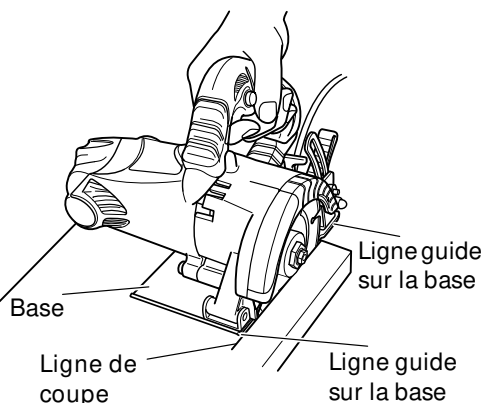

Fig. 5
1. Placer le corps de la machine (base) sur le matériau à découper; utiliser le côté de la base pour aligner la meule diamantée avec la ligne de coupe. (Fig. 5)